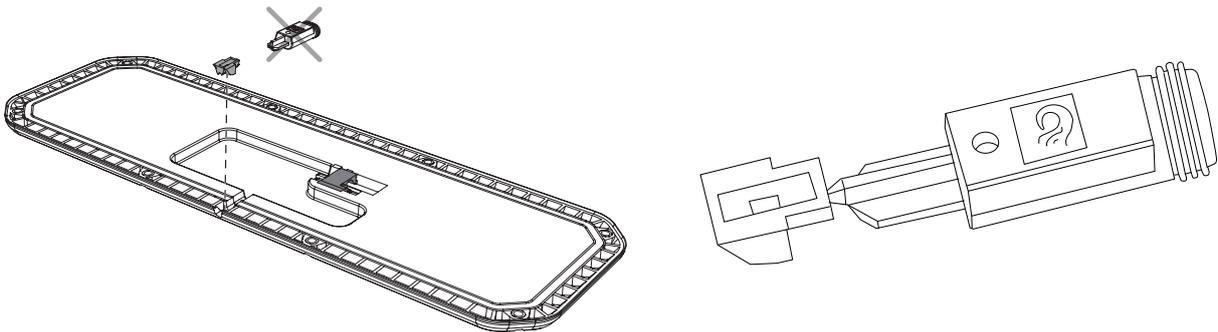

Imagen 48. Montaje del tapón para sellar el UCU.
4. Suelte con cuidado la parte exterior del tapón y encaje la toma. Véase la Imagen 48